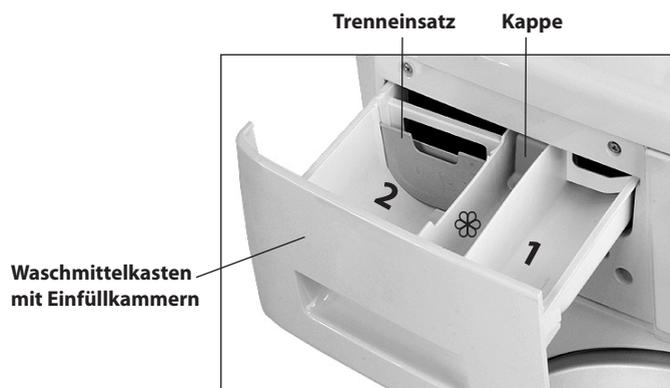

Abbildung 14
**ACHTUNG! Für den ersten Waschvorgang ist ins Fach 2 des Waschmittelkastens (Abb. 14) die Hälfte der üblichen Menge an Waschmittel gemäß den Herstellerangaben zur maximalen Füllmenge einzufüllen.**
Die Waschmaschine hat einen Waschmittelkasten (Abb. 14). Der Kasten hat drei Einfüllkammern, die mit Zahlen und Symbolen gekennzeichnet sind:
Bei der Verwendung von pulverartigen Waschmitteln aus dem Fach für den Hauptwaschgang 2 (Abb. 14, 15) ziehen Sie den Einsatz heraus. Achten Sie darauf, dass das Waschmittel nicht in das Sonderfach ☼ gelangt (Abb. 15), weil dies zur Schaumbildung beim Spülen führt und sich dadurch weiße Flecken auf den gewaschenen Sachen bilden.
**ACHTUNG! Wenn Sie flüssige Waschmittel verwenden, ist der Trenneinsatz ins Fach 2 (Abb. 14, 16) einzusetzen und das Waschmittel gemäß den Messstrichen gelangen.**
Bei der Wahl der Zusatzfunktion (P) wird das Waschmittel ins Fach 1 (Abb. 14) eingefüllt. Wenn Sie flüssige Waschmittel verwenden, sind diese unmittelbar vor dem Waschvorgang einzufüllen.
Bei der Wahl des Programms (Flecken) werden die Bleichmittel ins Fach 1 eingefüllt (Abb.14) und das Bleichen erfolgt direkt nach dem Hauptwaschgang.
Um die Waschqualität zu steigern und der Bildung von Kalkablagerungen beim Waschen mit Wasser mit dem Härtewert mittel oder hart vorzubeugen, wird empfohlen, neben Waschmittel auch Wasserenthärter zu verwenden. Er ist dem Waschmittel in der Einfüllkammer 2 (Abb. 14) gemäß Herstellerangaben beizumischen. Informationen zu Wasserhärte können Sie bei Ihrem lokalen Wasserwerk beziehen.
Schimmelflecken entfernt man beim Waschen, indem man Bleichmittel ins Bleichmittelfach einfüllt (Abb. 14), wenn der Stoff bleichmittelbeständig ist. Ansonsten wird die verschmutzte Stelle mit einer 10%-en Wasserstoffperoxydlösung angefeuchtet und für 15 Minuten liegen gelassen.
Der Trenneinsatz, die Kappen, das Bleichmittelfach (Abb. 14) sind herauszunehmen und die Innen- und Außenflächen mit einem warmen Wasserstrahl sorgfältig durchzuspülen. Spülen Sie den Waschmittelkasten (Abb. 18) aus. Setzen Sie die herausgenommenen Kleinteile wieder ein und stecken Sie den Kasten in die Maschine zurück.